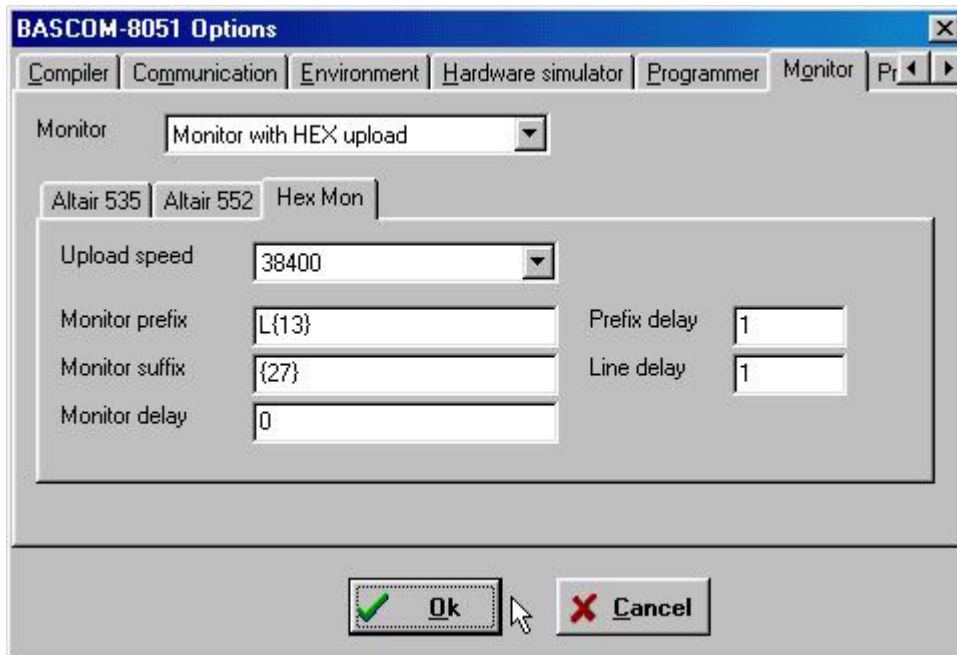

FIGURA 13: CONFIGURAZIONE SCARICAMENTO FILE CON BASCOM 8051
- 2) Tramite il menu *Options / Monitor*, selezionare la finestra Hex Mon e su questa impostare i settaggi necessari allo scaricamento di un file HEX all'FMO53, i relativi ritardi nella comunicazione, come illustrato in figura 13, e premere *OK*